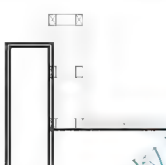

图 5.96 绘制墙体饰面层 1
(7) 启动【偏移】命令, 将刚才绘制的墙体向外偏移 25mm, 结果如图 5.96 所示。